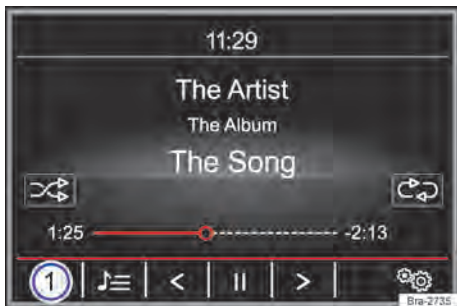

Fig. 122 Menú principal MEDIA.
- Tocar en la superficie de función → fig. 122 ① y seleccionar **audio BT**.